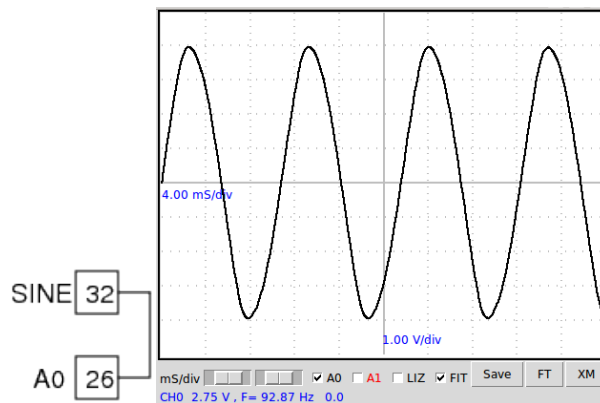

FIGURE 2.5 – Forme de l’onde de tension alternative issue de SIN
- La forme d’onde est montrée à la figure 2.5. Activer l’option « FIT » pour calculer l’amplitude et la fréquence en modélisant les données à l’aide de l’équation $U = U_0 \sin(2\pi ft + \theta)$, où U_0 est l’amplitude et f est la fréquence.